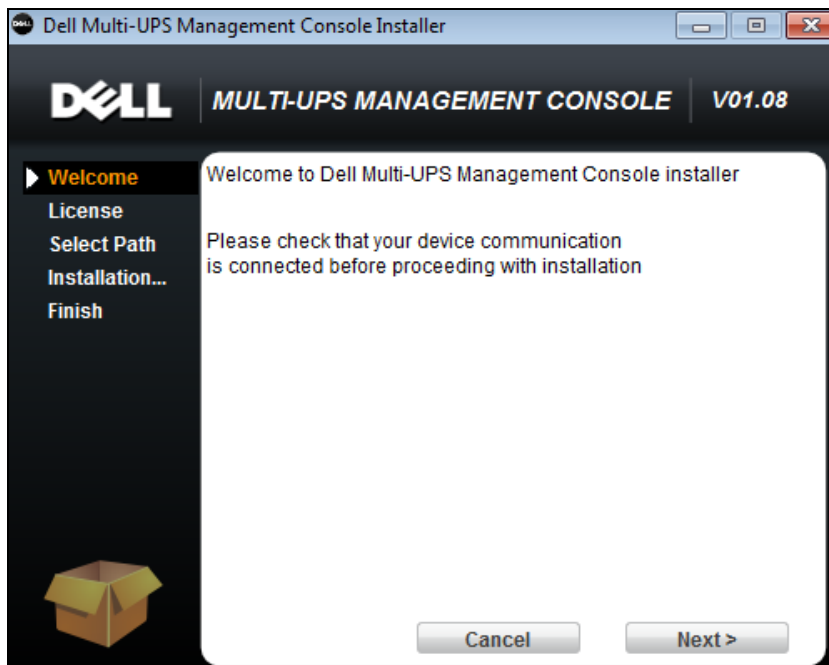

Abbildung 2. Willkommensbildschirm
- 2 Beachten Sie die Bildschirmnachricht und überprüfen Sie, ob das Kommunikationsgerät angeschlossen ist. Klicken Sie auf **Next** (Weiter) (siehe Abbildung 2). Der Anmeldebildschirm wird angezeigt.